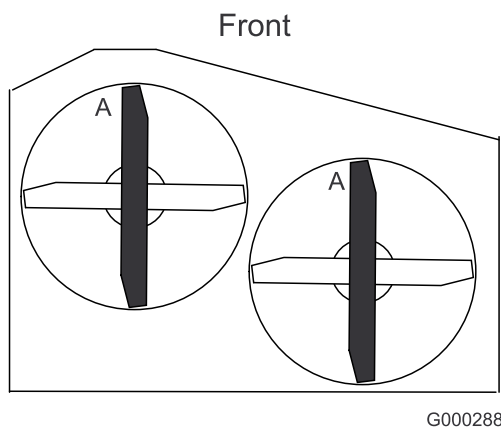

Figura 52
3. Girate le lame fino a disporle in parallelo con la lunghezza della macchina. Misurate da un piano orizzontale fino al tagliente delle lame, posizione A (Figura 52).